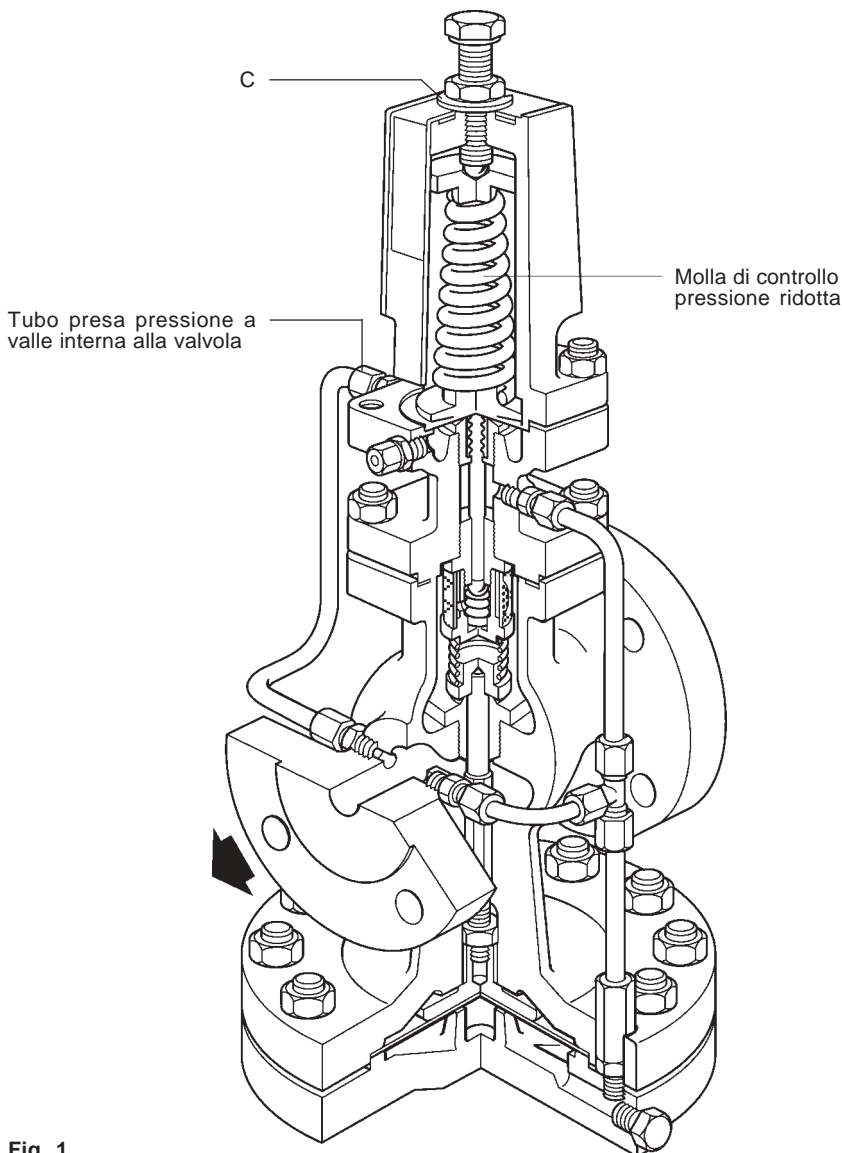

Fig. 1
3.1 Assetto di fornitura (fig. 1)